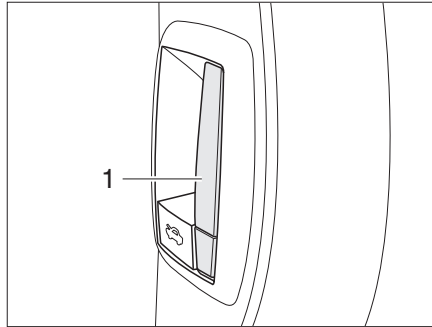

Fig. 28 Bouton de déverrouillage intérieur du capot moteur
- Tirer le levier (Fig. 28,1) du tableau de bord côté conducteur. Le capot moteur s'ouvre jusqu'en butée du crochet de sécurité.